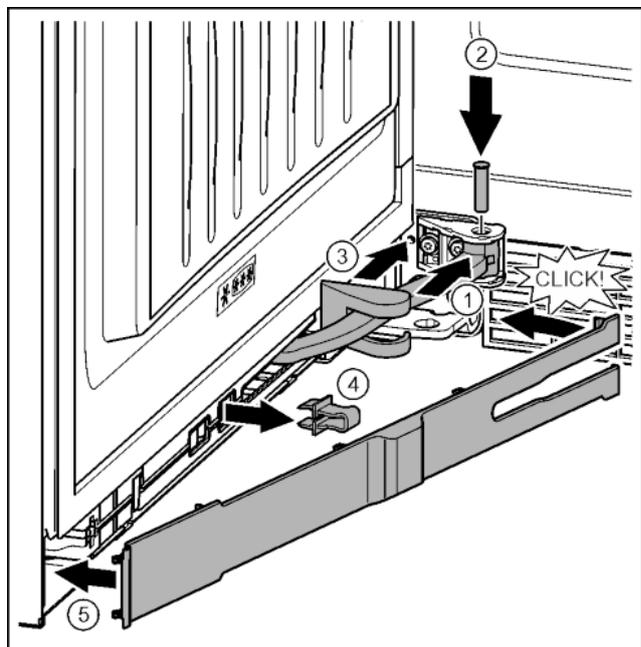

Fig. 37
- ▶ Gelenk in Aufhängung drehen. Fig. 37 (1)
- ▶ Bolzen mit einem Schraubendreher T15 in Aufhängung und Gelenk einsetzen. Dabei darauf achten, dass der Rastnocken korrekt in der Nut sitzt. Fig. 37 (2)
- ▶ Abdeckung entlang des Gelenks schieben und über der Aufhängung montieren. Fig. 37 (3)
- ▶ Sicherung abnehmen. Fig. 37 (4)
- ▶ Abdeckung griffseitig ansetzen und einschwenken. Fig. 37 (5)